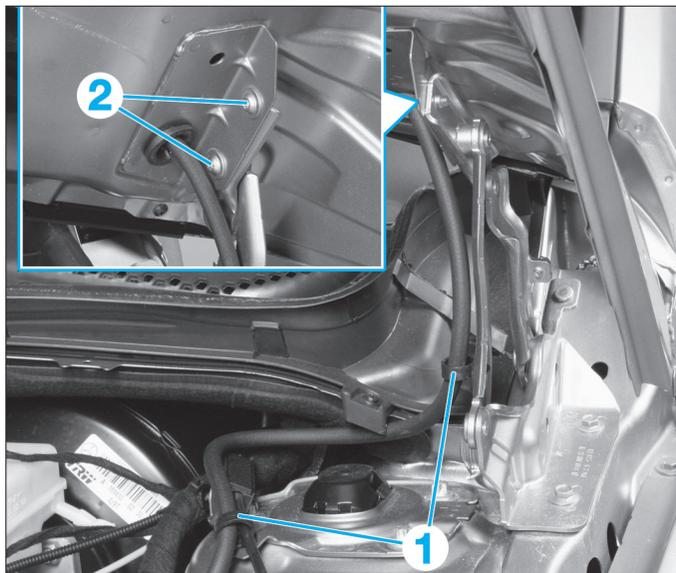

FIG. 7
- Enlever les agrafes (1) (Fig.7).
- Desserrer sans les déposer, les vis de fixation (2) du capot moteur de chaque côté.
- Finir de déposer les vis (2) et déposer le capot moteur.